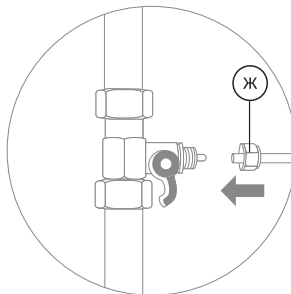
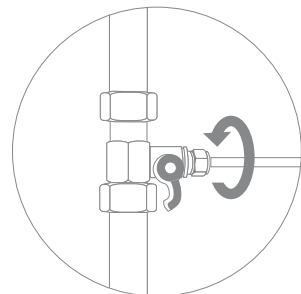

Рис. 8
Рис. 9
2. В гайку (Ж) проденьте зеленую трубку (рис. 8). Конец трубки наденьте на штуцер адаптера-вентили до упора и плотно накрутите гайку (рис. 9).